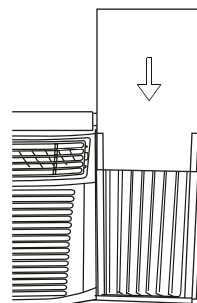

Fig.22
Paso 3. Deslice el panel de aislamiento R1 en la cortina lateral, el lado con patrón debe estar hacia el interior (Fig. 22).